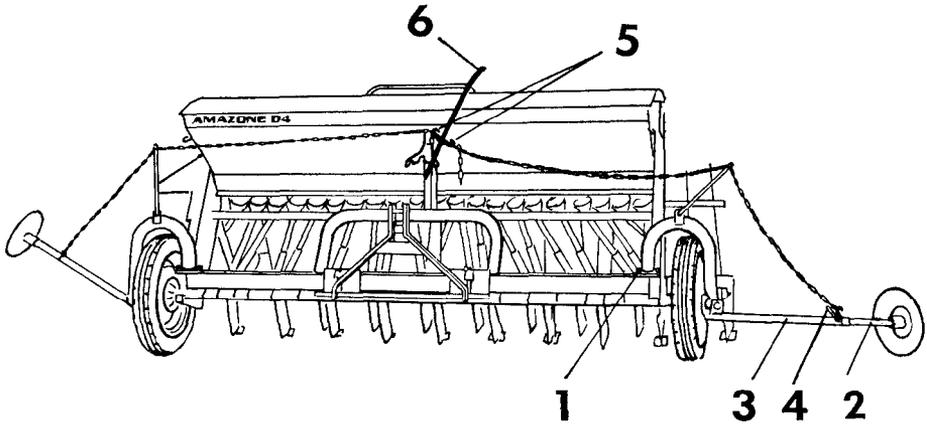

Abb. 2
Jeder Radbügel wird mit 4 Schrauben (Abb. 2/1) befestigt. Die Schardruckstange und das Saatleitungsrohr werden genauso wie die bereits montierten anbracht.
2. Spurscheiben: (siehe Abb. 2)